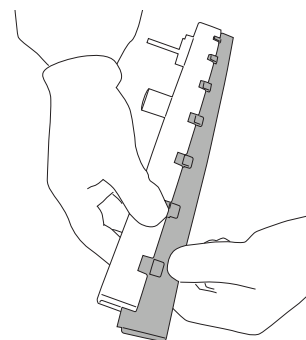

Fig.41
- Dra i bladen för att avlägsna enheten (bild 41).